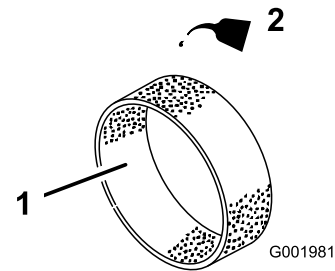

Figure 47
- Imbibez l'élément de 30 à 60 ml d'huile (Figure 47).